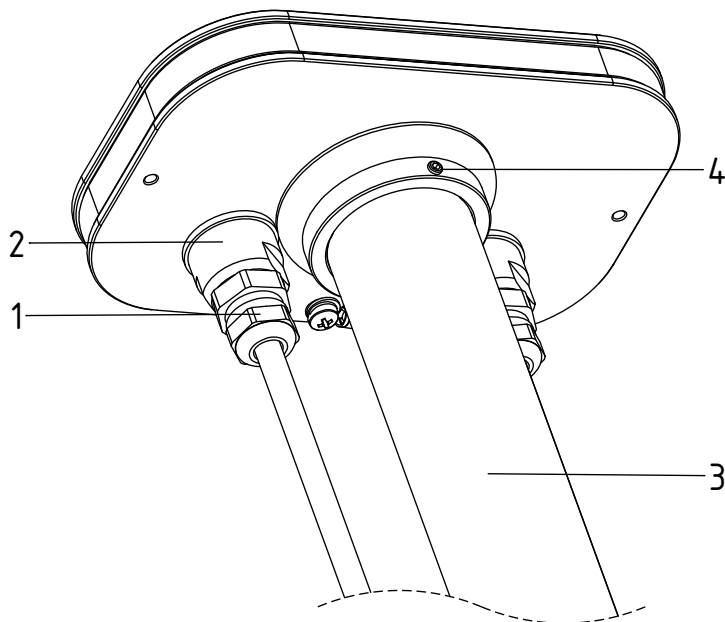

Abb. 6:
- Procell Intense PX1300(siehe Kapitel 3.4.2 "Batteriewechsel \(Abb. 6\) / Batterieentsorgung", Seite 16).
- Der Austausch der Batterien darf nur erfolgen, wenn sichergestellt ist, dass zu diesem Zeitpunkt keine explosionsfähige Atmosphäre existiert (siehe Kapitel 3.4.2 "Batteriewechsel \(Abb. 6\) / Batterieentsorgung", Seite 16).
- Längs des gesamten Verlaufs des Messstromkreises ist Potentialausgleich (PA) zu errichten (siehe Kapitel 4 "Betrieb", Seite 21).
- Zum Anschluss des Kabels zuerst die Überwurfmutter (1) der Verschraubung lösen; anschließend den Adapter mit der Kabelverschraubung (2) abschrauben (gemäß Abb. 6).
### 3.4.2 Batteriewechsel (Abb. 6) / Batterieentsorgung